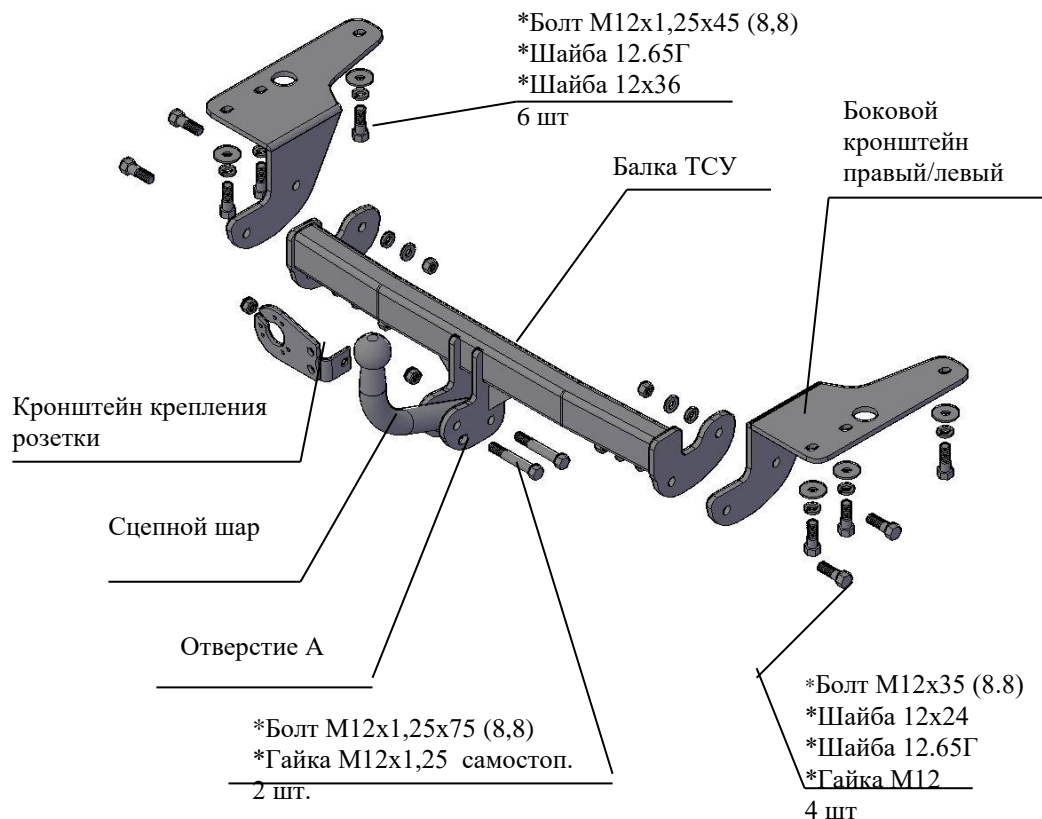

Рис.1 Тягово-сцепное устройство 7840.
2.1 ТСУ 7840 в сборе (рис.1)	1 шт.
2.2 Пакет с комплектующими (см. рис.1)	1 шт.
- 4.3 Закрепить боковые кронштейны ТСУ, правый и левый соответственно рис.1, (и при необходимости буксировочную проушину) к нижним полкам